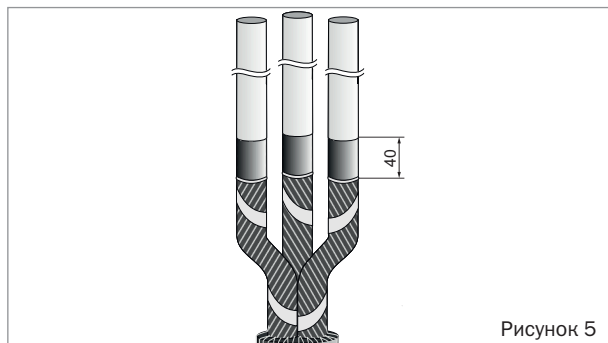

Рисунок 5
- Удалить слой полупроводящего экрана с каждой жилы кабеля, оставив участок экрана на длине 40 мм от места отгиба проволок экрана. После удаления экрана поверхность полиэтиленовой изоляции должна быть гладкой, без бугров, заусенцев и частиц экрана. Недостатки на поверхности полиэтиленовой изоляции устранить наждачной бумагой. Поверхность изоляции жилы очистить салфеткой, смоченной в бензине или растворителе (рисунок 5).